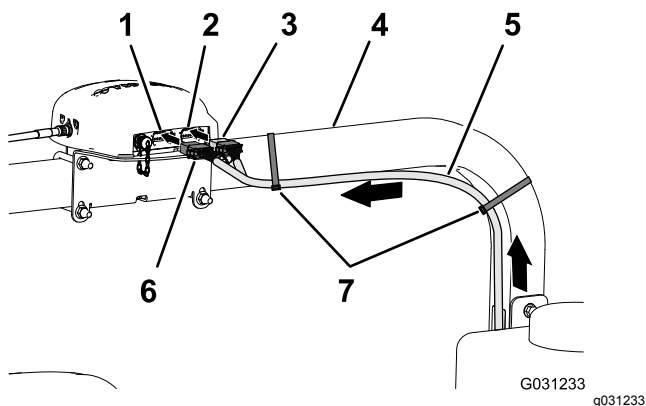

Рисунок 134
2. Проложите ответвление длиной 390 см жгута проводов передачи данных вдоль правой трубы конструкции ROPS так, чтобы 12-гнездовой разъем (**серый**) и 12-гнездовой разъем (**черный**) были направлены вверх, в сторону навигационного приемника (Рисунок 134).
трубе конструкции ROPS с помощью двух кабельных стяжек, как показано на Рисунок 134.